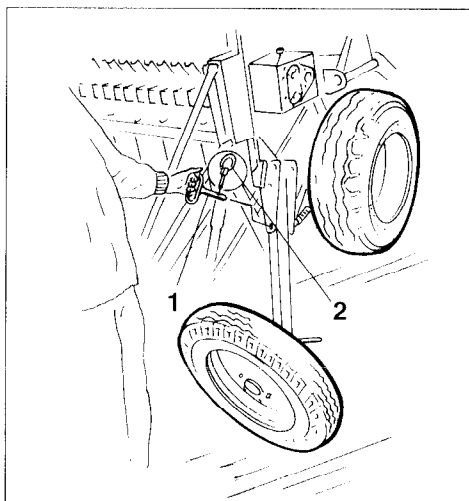

Fig. 20.12
- Transportrad "links" mit Bolzen (Fig. 20.12/1) befestigen und mit einem Klappstecker (Fig. 20.12/2) sichern.